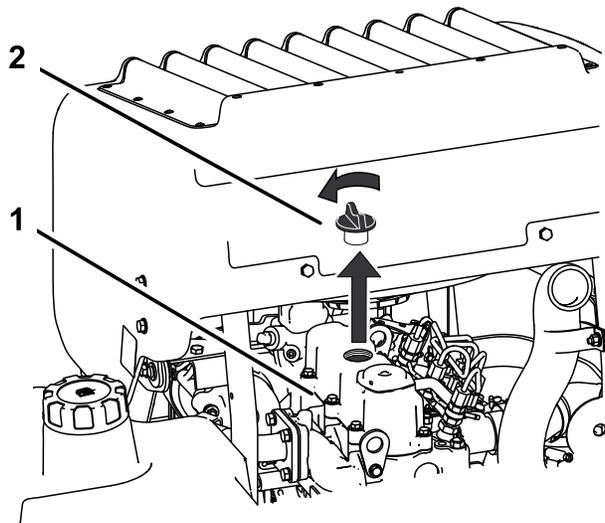

**Рисунок 62**
- Наклоните сиденье вперед и снимите переднюю панель двигателя (Рисунок 62).